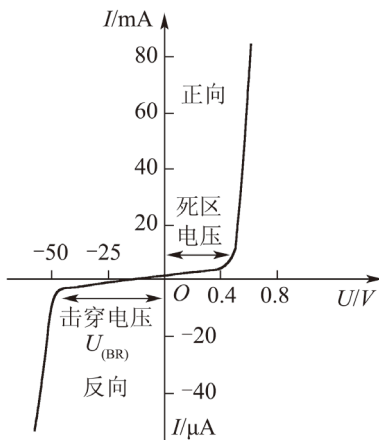

图 1-10 半导体二极管的伏安特性曲线
① 半导体二极管的伏安特性曲线描述半导体二极管的电压 U 与流过它的电流 I 之间的关系的曲线称为伏安特性曲线, 如图 1-10 所示。
对应于图 1-10 中 U 大于 0 的曲线段称为正向特性。当二极管承受的正向电压很低时, 二极管的正向电流很小, 这一区段称为死区; 当二极管的正向电压超过死区电压后, 正向电流明显增加, 并且随着正向电压的增大而迅速增大, 此时二极管的正向电阻变得很小。当二极管充分导通后, 二极管的正向电压基本保持不变, 这一区段称为正向导通区。
对应于图 1-10 中 U 小于 0 的曲线段称为反向特性。